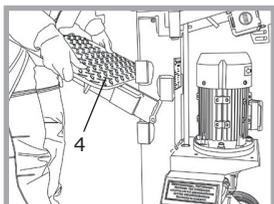

Abb. 4
Zum Einhängen des Tisches (4) muss dieser ebenfalls vorn leicht angehoben werden. Stellen Sie den Tisch auf die, Ihrem Spaltgut entsprechenden, Halterungen am Ständer auf und schieben Sie ihn im angekippten Zustand nach hinten. Senken Sie den Tisch vorn ab und achten Sie darauf, dass die Haken an der Tischrückseite hinter die oberen Halterungen greifen (siehe Bild 4).